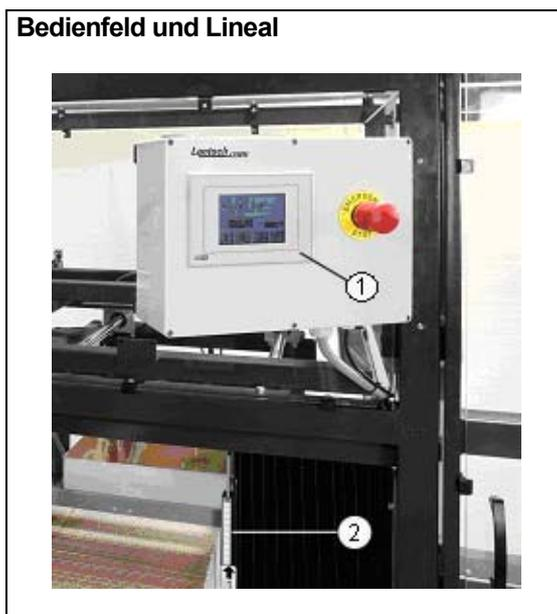

Abb. 4.14
- 3) Verstellen Sie das Zuschnittmagazin bis das Lineal den gemessenen Wert anzeigt (Abb. 4.14).